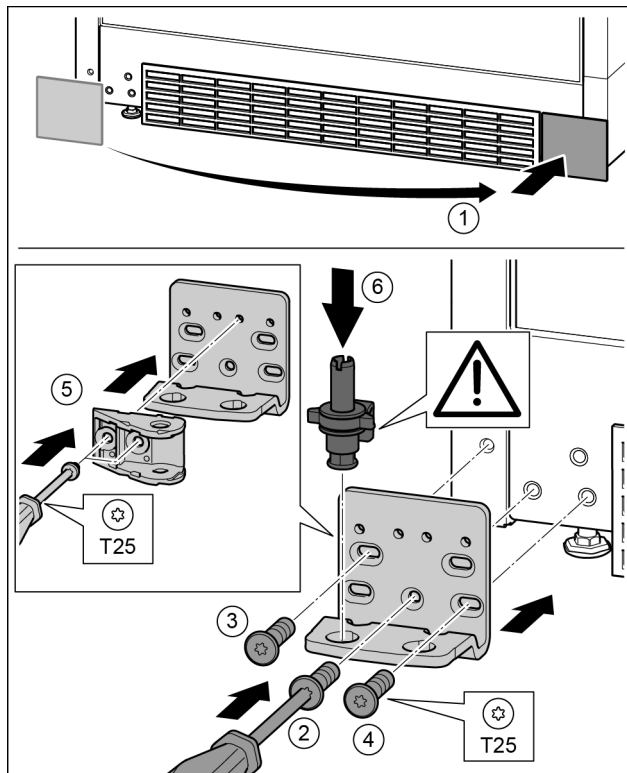

Fig. 31
- ▶ Снять крышку и поставить с другой стороны. Fig. 31 (1)
- ▶ Установить опорный кронштейн с другой стороны и прикрутить с помощью отвертки T25. Начинать с винта 2 в центре. Fig. 31 (2)
- ▶ Затянуть винты 3 и 4. Fig. 31 (3, 4)
- ▶ Повернуть соединительный элемент амортизатора закрывания дверей на 180°. Прикрутить с другой стороны опорного кронштейна с помощью отвертки T25. Fig. 31 (5)
- ▶ Снова установить опорный палец в сборе. При этом следить за тем, чтобы выступ фиксатора был направлен назад. Fig. 31 (6)